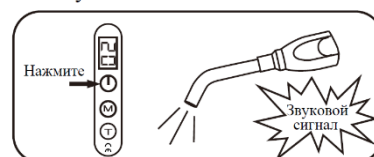

Рисунок 4
- 3) Нажмите кнопку включения для начала работы, включится синий свет, и на цифровом экране начнётся обратный отсчёт до нуля. Каждые пять секунд звуковой сигнал будет уведомлять пользователя. (Рисунок 4);